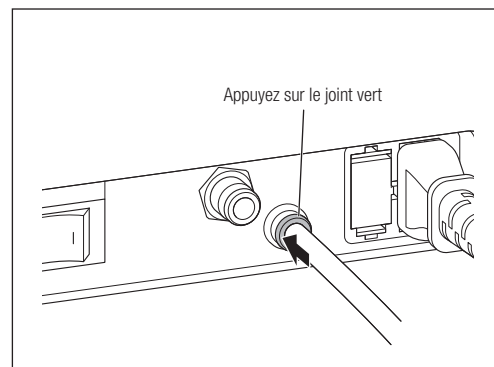

Fig. 11
- 4) Pour retirer le tube d'eau du raccord, tirez dessus en poussant le joint vert en direction du boîtier de contrôle (Fig. 11).